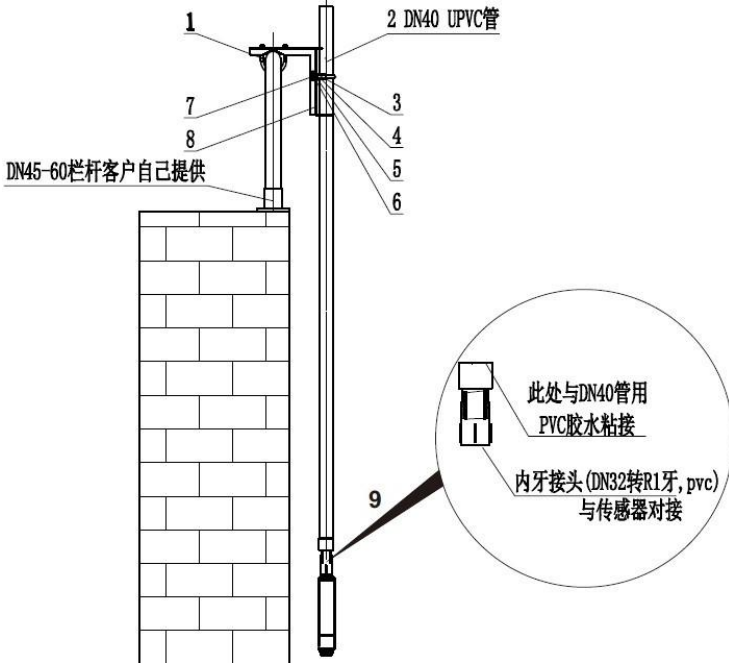

图 4 常见安装方式示意图
常见的安装方式示意图如图 4 所示：
3. 将 2（DN40 管），通过 4（DN42 U 型管夹）固定于 8（安装板）上，如图 4。